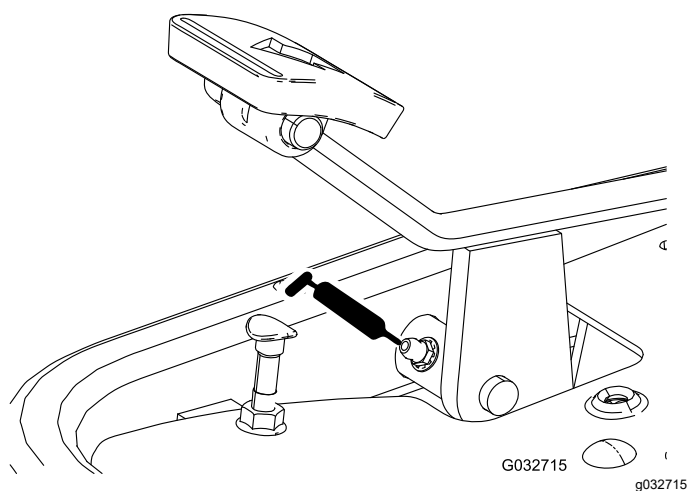

Figure 36
- Pédale de déplacement (Figure 36)